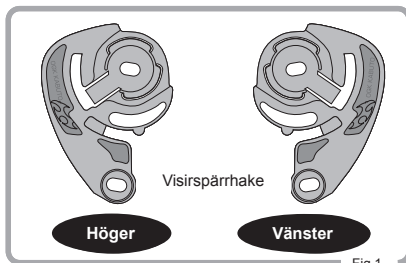

Fig.1
- 1 Först, kontrollera sidan på visirspärrhaken som i Fig.1.